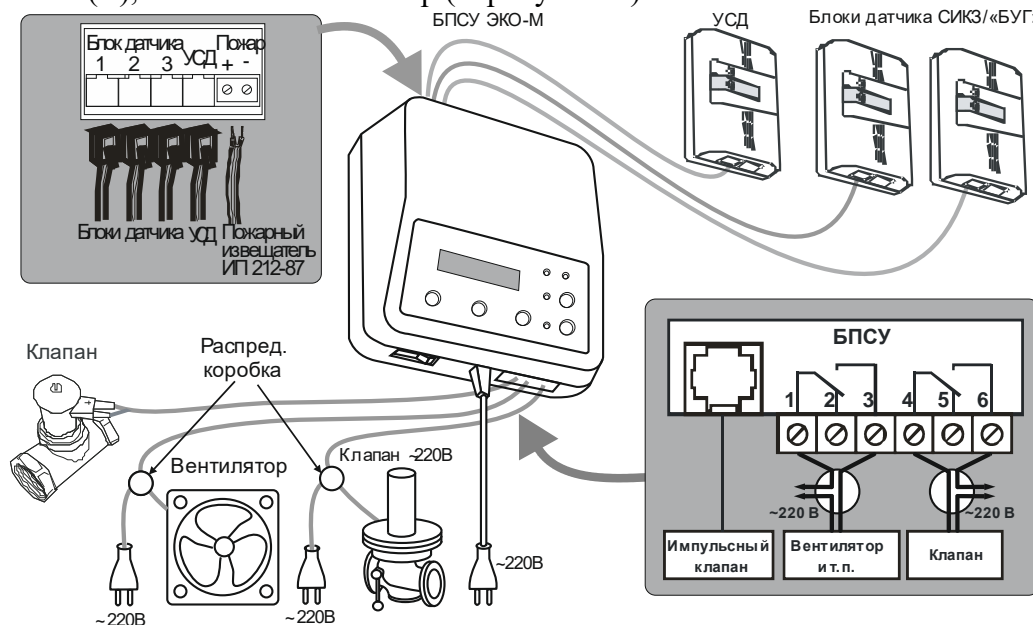

Рисунок 1 – Внешний вид Системы
1.1.2. К БПСУ можно подключить (см. рисунок 1):
На передней панели БПСУ (рисунок 1) расположены:
! **ВНИМАНИЕ!** Кабель, соединяющий БД с БПСУ, подключать к розетке **"УСД"** БД (см. рисунок 1).